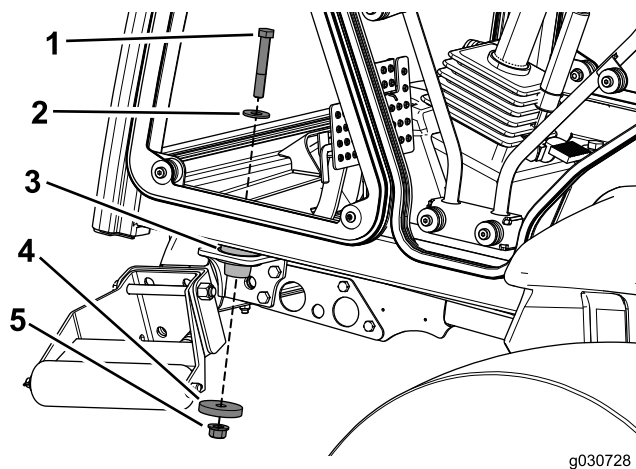

Bild 28
6. Befestigen Sie die Kabine mit einer Schraube (1/2" x 3-1/4"), einer Scheibe (1-3/8"), einer Scheibe (2-1/4") und einer Sicherungsmutter an den vorderen Befestigungen an der Maschine (Bild 28).